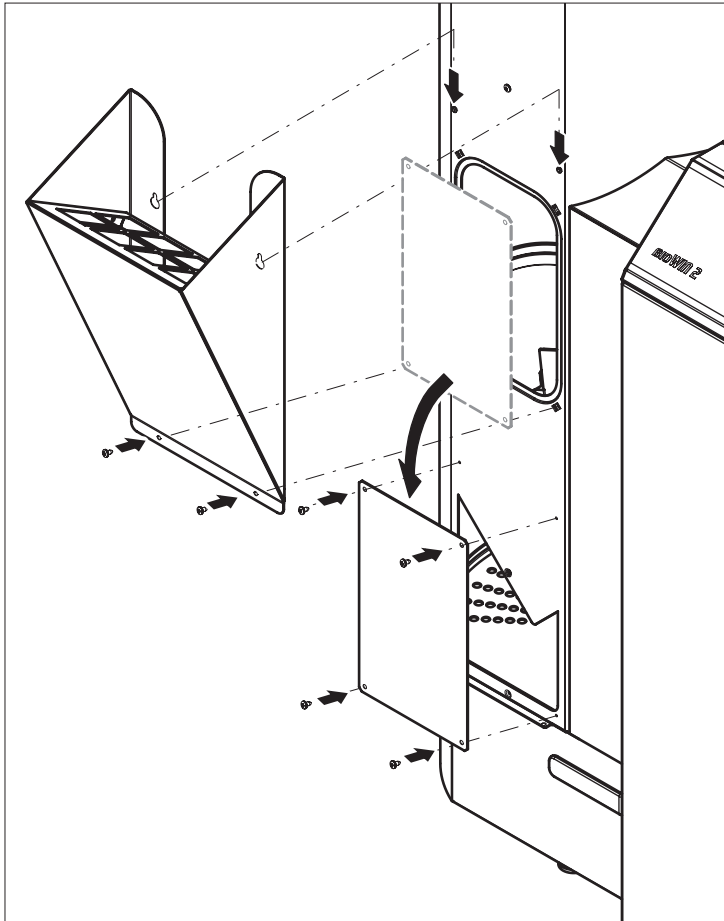

Fig. 75 Monter la pelle à pellets et le couvercle de révision
- ▶ Ajouter des pellets dans le compartiment à combustible par l'ouverture de révision avec un petit seau ou une pelle ou fixer une pelle à pellets (accessoires – pelle à pellets pour combler ou remplir manuellement le compartiment à combustible lorsque l'alimentation n'est pas encore terminée.) et verser les pellets – Fig. 75.
- ▶ Monter le couvercle de révision en guise de protection anti-contact devant l'ouverture de la vis de transport – Fig. 75.